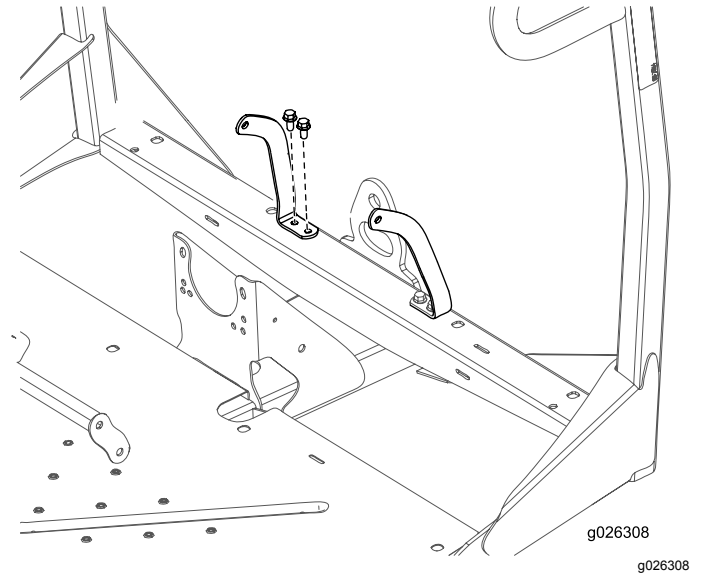

図 9
5. 前フレームに左右のシートベルトアンカーを固定するボルト 3/8 x 3/4 インチ 4本とナット 3/8 インチ 4個を使用し 図 9のように取り付ける。